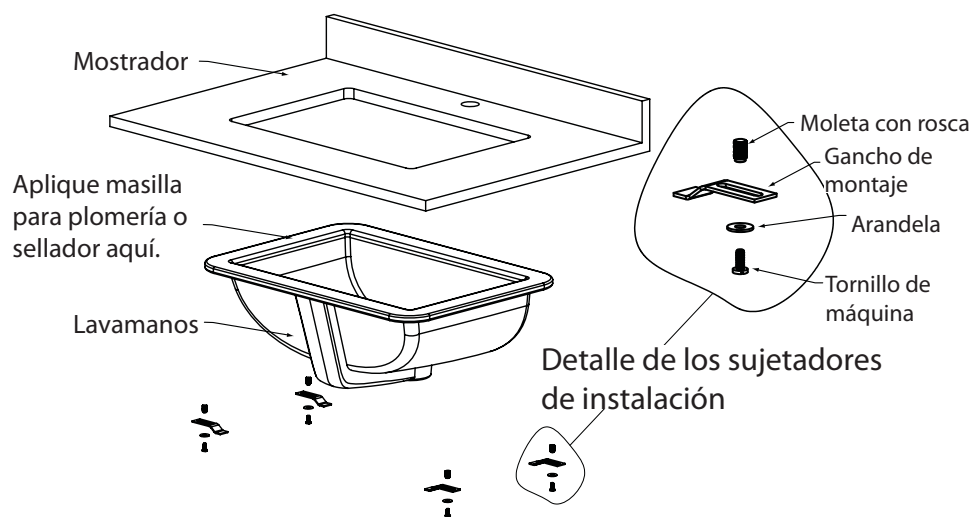

Figura 1
- o Revise la alineación del corte colocando el lavamanos (A) en la posición de montaje deseada.
- o Vea la figura 1, de detalle de los sujetadores de montaje [Instalación de mostradores de superficie sólida con un mínimo espesor de 1" (25mm). El instalador debe proporcionar anclajes para los mostradores menos gruesos.]
- o Para las superficies sólidas, taladre el agujero del anclaje con 3/8" de diámetro x 1/2" de profundidad. Aplique una cantidad pequeña de adhesivo "epoxy" (no proporcionado) para sellar el extremo de la moleta con rosca (C). Inserte la moleta con rosca (con el extremo roscado abierto expuesto).
- o Coloque los sujetadores de instalación inferior (B) para sostener el lavamanos en su lugar.